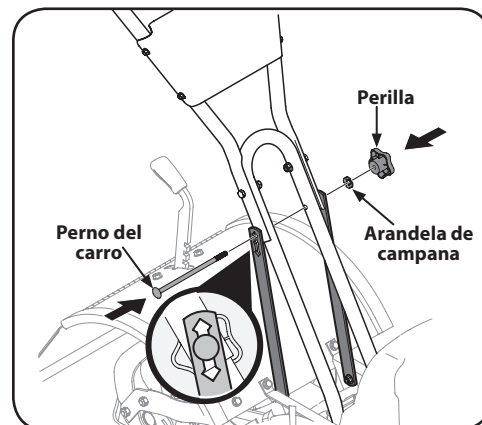

Figura 2-3
3. Acople sin apretar las ménsulas de soporte a la parte exterior del conjunto del manillar utilizando el perno del carro, la arandela de campana y la perilla. Consulte la Figura 2-3.